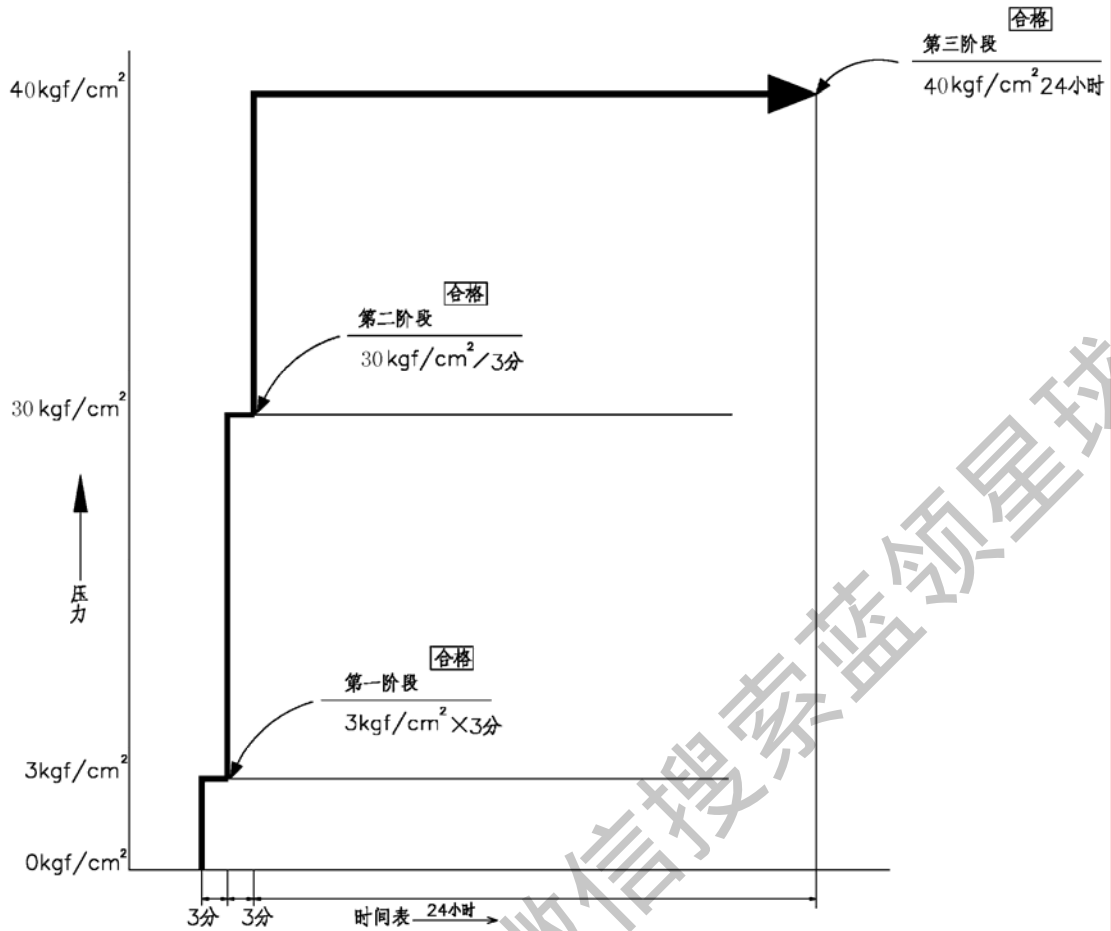

图 68: 气密性实验加压分段控制图
- b) 加压要进行分阶段加压，加压分段控制如下图 68 所示；